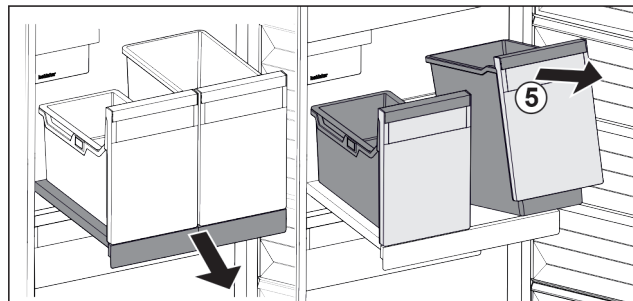

Fig. 100
- ▶ Nadvihnite nádobu Fig. 100 (5) vpredu.